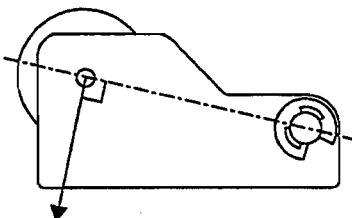

Fig. 2-1
3. Pull the spring scale in direction indicated in Fig. 2-1 until the pinch roller fully loses contact with the capstan shaft; then slowly ease the scale so the pinch roller moves back toward the capstan shaft.
3. ピンチ・ローラがキャブスタン・シャフトから完全に離れるように秤を矢印の方向(図2-1)に引っ張た後、ピンチ・ローラが再びキャブスタン・シャフトに接触するように徐々に戻す。